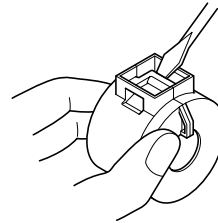

Abb. 3-1
- Die Ferritkerne werden in der offenen Stellung geliefert, siehe Abbildung 3-2. Sollte ein Ferritkern nicht offen sein, öffnen Sie den Plastikverschluß des Ferritkerns mit einem spitzen Gegenstand (Abbildung 3-1). Achten Sie dabei darauf, daß Sie weder Ferritkern noch Plastikverschluß beschädigen.